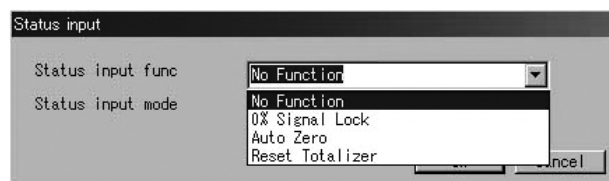

図35
- ③ 図35のように、右側の矢印をクリックしてドロップダウンリストの中から設定する機能を選択してください。